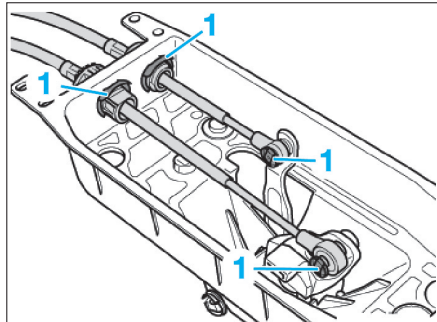

Fig. 13
- Déposer les segments d'arrêt (1) (Fig.13) et les câbles du boîtier de levier de vitesses.